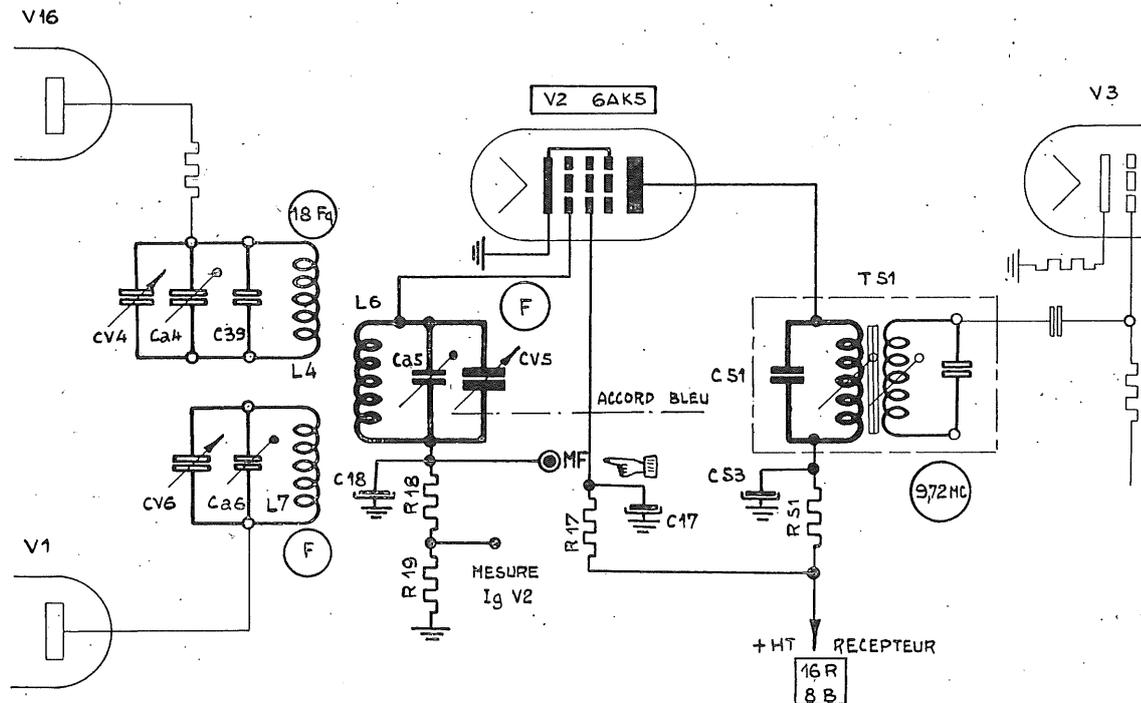

Fig. 5 - *Changeur de fréquence*
b) *Changeur de fréquence* (fig. 5).